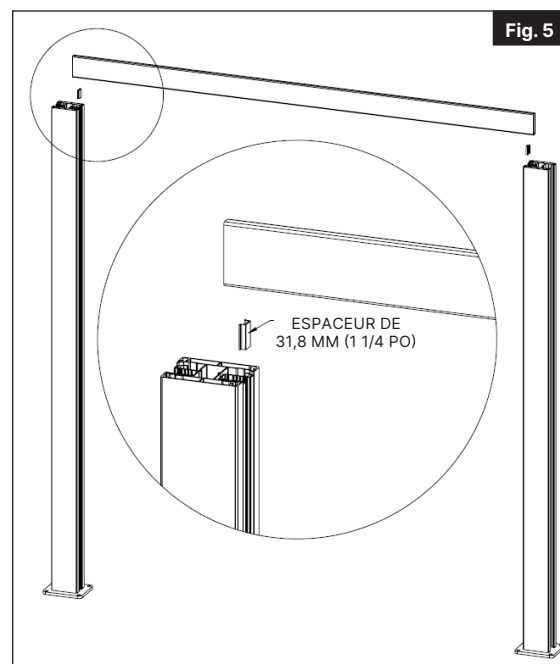

Fig. 5
Insérez un espaceur de 31,8 mm (1 $\frac{1}{4}$ po) dans chacun des poteaux, puis, en orientant la rainure de la lame emboîtée de 15,2 cm (6 po) vers le bas, insérez soigneusement la lame dans le premier poteau afin de faciliter l'alignement du deuxième poteau (Fig. 5).
8. Ajoutez un mélange de béton humide ou sec selon les instructions du fabricant jusqu'au haut du trou pour le premier poteau. Assurez-vous que le premier poteau est d'aplomb et de niveau. Laissez le béton prendre légèrement en veillant à laisser environ 5 cm (2 po) d'espace entre le bas du panneau et le sol (Fig. 5).